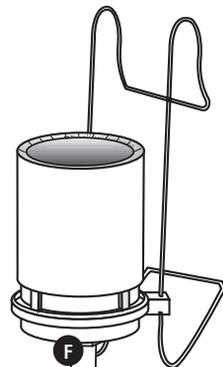

Fig. 15
3) Collegate il tubo interno della piscina **G** con il raccordo **F** tramite la fascetta in acciaio **H** (vedi Fig. 15).